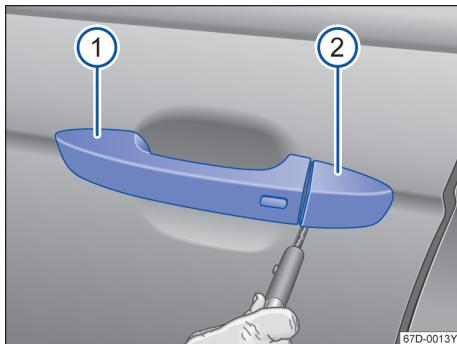

图 50 取下在驾驶员车门内车门锁的盖罩
- 拉起开门把手 ①。
- 将无线遥控钥匙的钥匙头从下面插入盖罩的开口内→图 50②。
- 转动钥匙以便松开盖罩并取下→图 50。